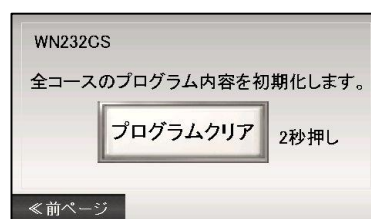

図7-33
- プログラムクリア** スイッチを2秒間長押しすると各コースに設定したプログラムの内容を初期化します。(図7-33)